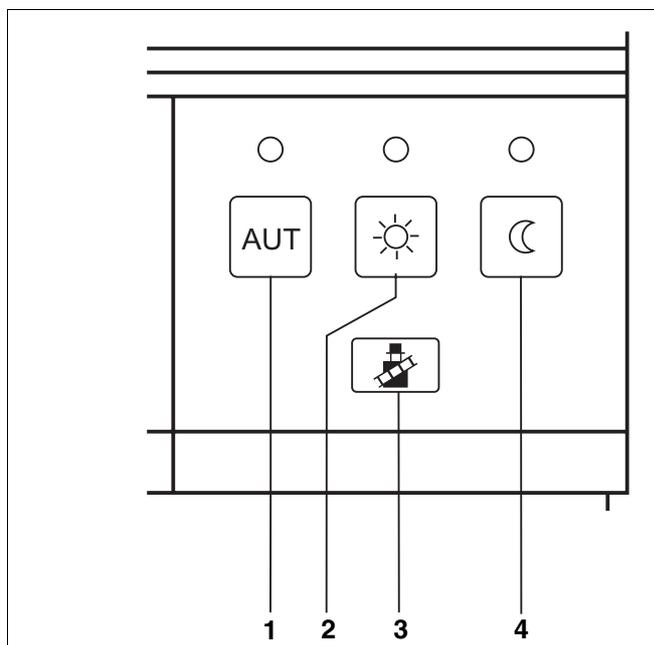

Fig. 5 Touches des fonctions de base
Chaque touche est équipée (fig. 5, **pos. 1, 2 u. 4**) d'une diode lumineuse verte (LED).